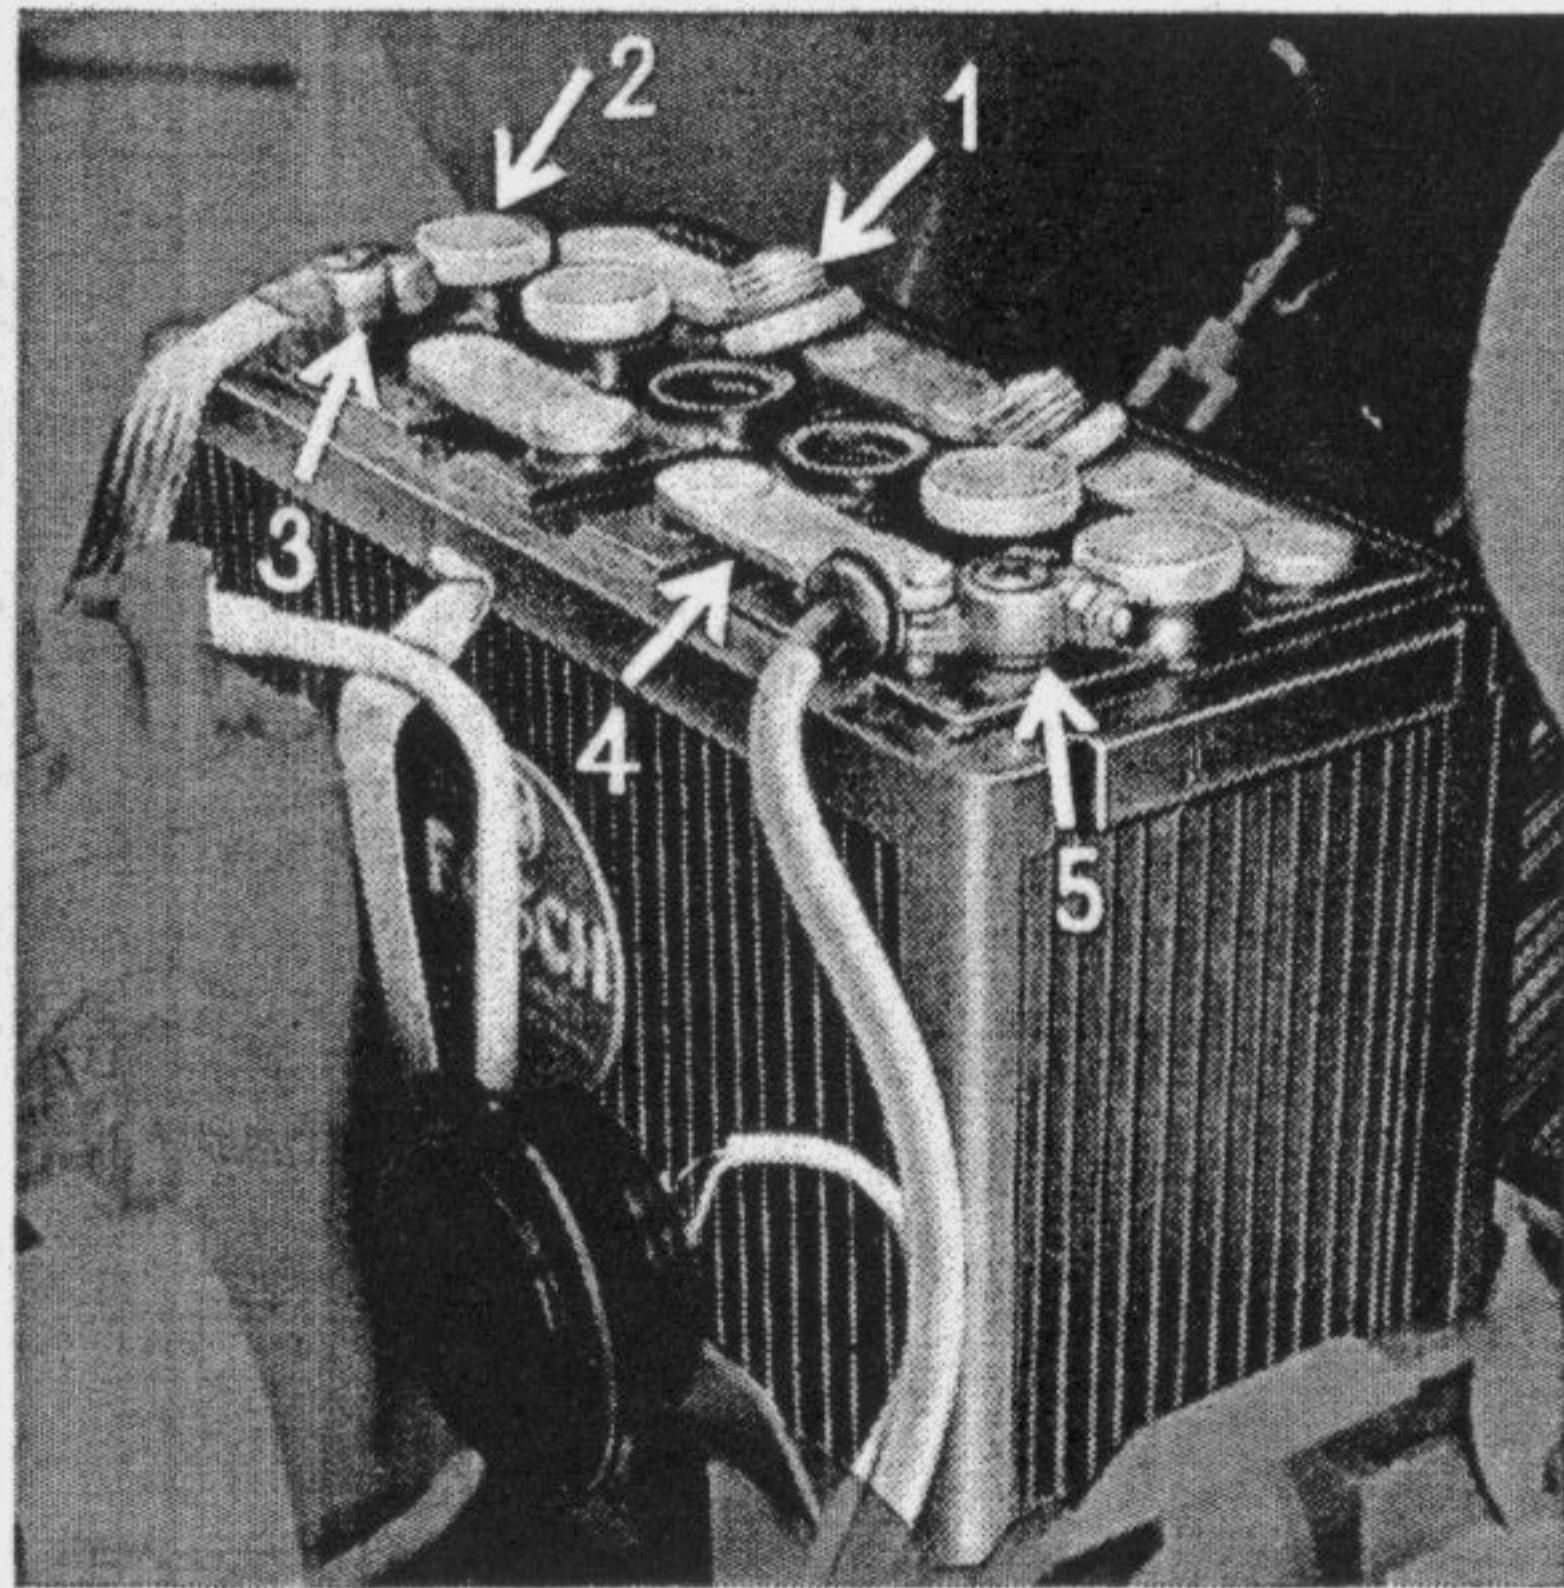

Fig. 44
2. A cette occasion, il est recommandé de s'assurer de la bonne fixation des batteries et du serrage des cosses. Surtout lors du démarrage, il est important que le raccord entre les cosses de la batterie et les bornes ne soit pas gras ou oxydé, pour permettre le passage d'un courant suffisant. Pour empêcher l'oxydation, il faut après les avoir nettoyées à fond enduire les cosses de graisse anti-acide surtout à la partie inférieure (voir fig. 44).